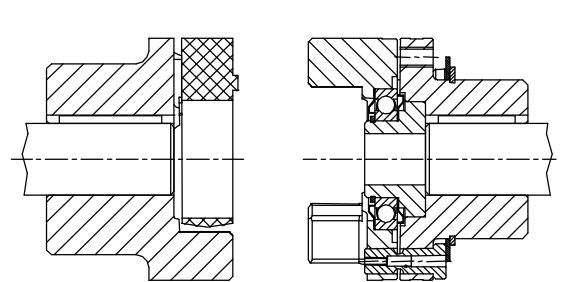

fig. 5: montage d'anneau
- Installez l'anneau dans les doigts du moyeu (voir fig. 5).